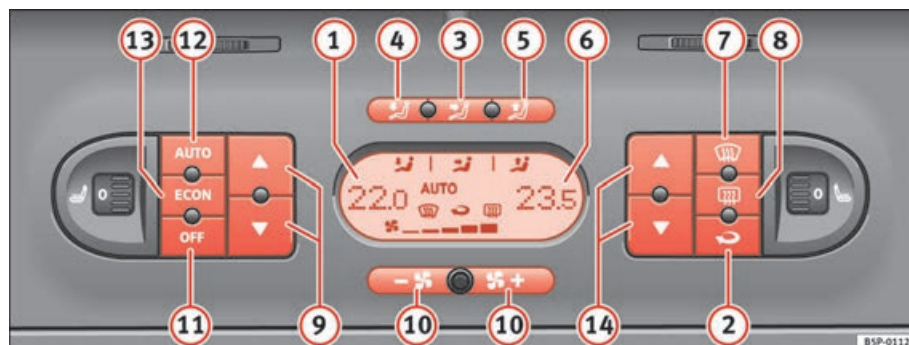

Fig. 132 Comandos do Climatic 2C no painel de instrumentos
- Prima as teclas de regulação da temperatura ⇒ página 162, fig. 132 ⑨ ou ⑭ para ajustar a temperatura do lado esquerdo e direito, respectivamente.
- Prima o botão  ⇒ página 162, fig. 132. Surge «AUTO» no visor.